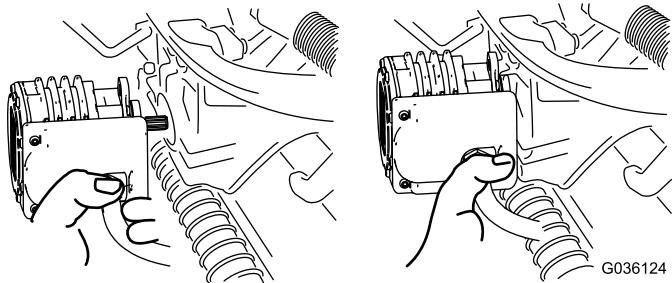

Figura 36
- Mova o motor para o local de armazenamento na parte da frente do braço de suspensão (Figura 36).